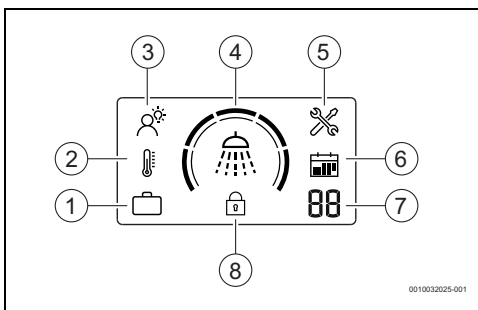

Fig. 5 Ansamblu controler cu afișaj
- Apăsați tasta  până când regimul INTELIGENT apare pe afișaj (→ Fig. 5 [3]).
- Apăsați tasta  până când regimul Manual apare pe afișaj (→ Fig. 5 [2]).
- Apăsați tasta  până când regimul Vacanță apare pe afișaj (→ Fig. 5 [1]).
- Apăsați tasta  pentru a seta numărul dorit de zile de vacanță (→ Fig. 5 [7]).
Această funcție blochează panoul de comandă (→ Fig. 5 [8]).